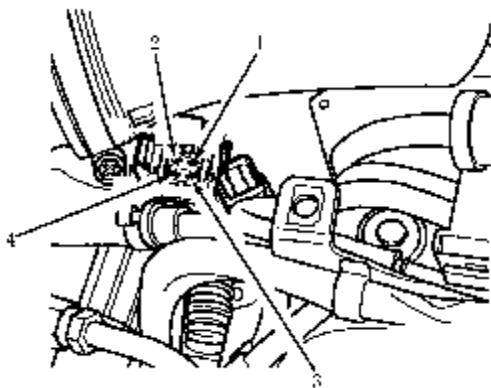

图 6-21 ECT 传感器线束接头端子
1) 点火开关置于 OFF 位, 断开发动机控制模块(ECM)线束接头。将测试盒(V.A.G1598/22)连接到 ECM 线束接头上, 不是接至 ECM。断开 ECT 传感器线束接头。测量 ECT 传感器线束接头端子 1 和测试盒插孔 53 之间的电阻(见图 6-21), 测量 ECT 传感器线束接头端子 3 和测试盒插孔 67 之间的电阻, 2 个电阻应小于 1.5 Ω。如果电阻符合规范, 转入下一步。如果电阻不符合规范, 修理 ECT 传感器和 ECM 之间线束的断路。